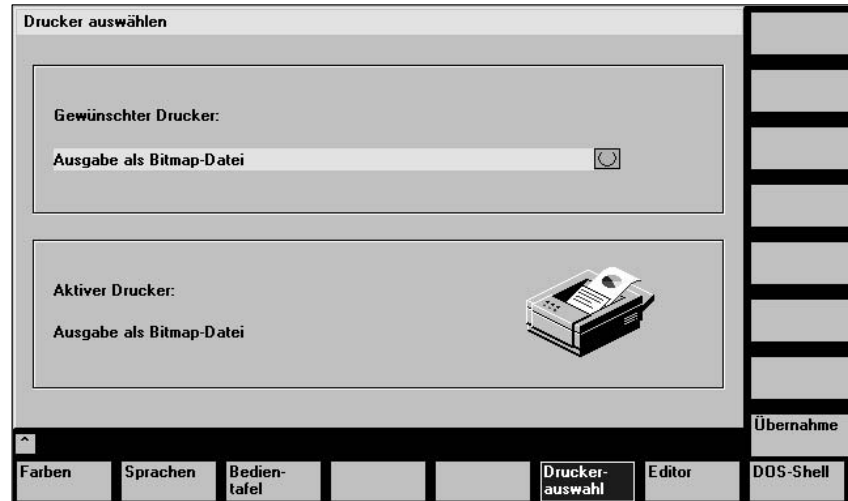

Bild 10-20 Grundbild der Druckerauswahl
**Druckereinstellung** Über die Softkeys **HMI \ Druckerauswahl** erreicht man das Grundbild der Druckerauswahl (Bild 10-20).